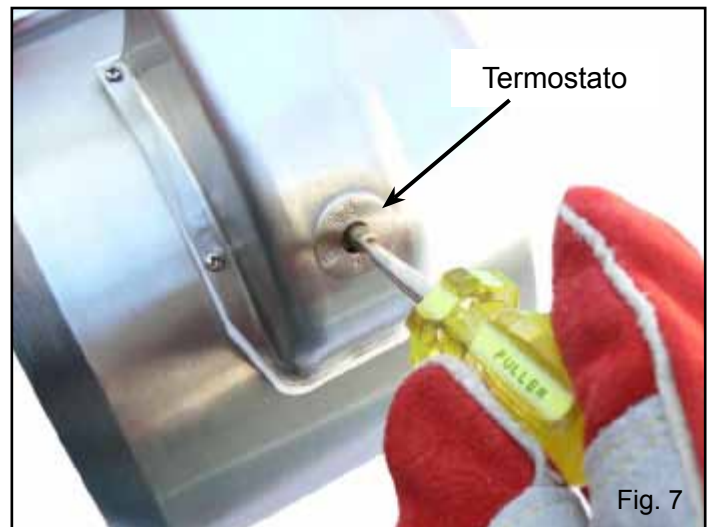

Fig. 7
7. Ajuste el termostato antes de enchufar el **Baiekur Coils®**. El cuadrante del termostato sirve sólo como guía, ya que el ajuste de temperatura deseado variará con la temperatura ambiente. Ajuste la temperatura mediante un destornillador estándar aislado. Gire en sentido horario para aumentar la temperatura, y en sentido antihorario para reducirla (vea la Fig. 7).